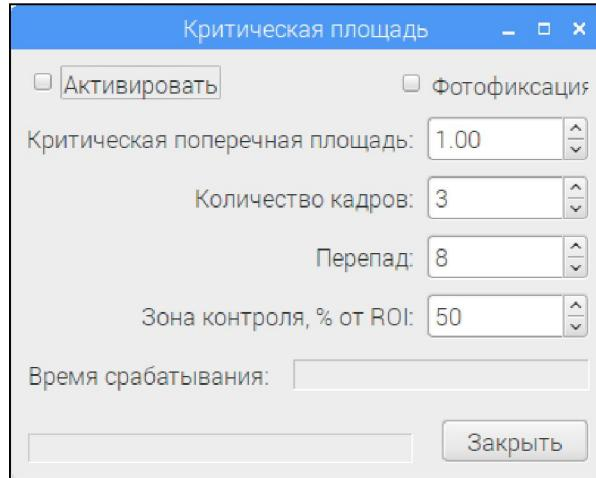

Рисунок 18 – Вид окна «Критическая площадь»
6. «Критическая площадь». При превышении критического значения площади поперечного сечения материала на нескольких кадрах подряд взводится код ошибки 32 (0b00100000). Пользователем может быть принято решение об аварийной остановке конвейера с целью предотвращения забивки течки негабаритным транспортируемым материалом. Величина критической площади и количество кадров подряд с большей площадью, а также величина допустимого перепада в пикселях между двумя столбцами матрицы на заданном интервале задаются в окне «Критическая площадь» (рисунок 18).